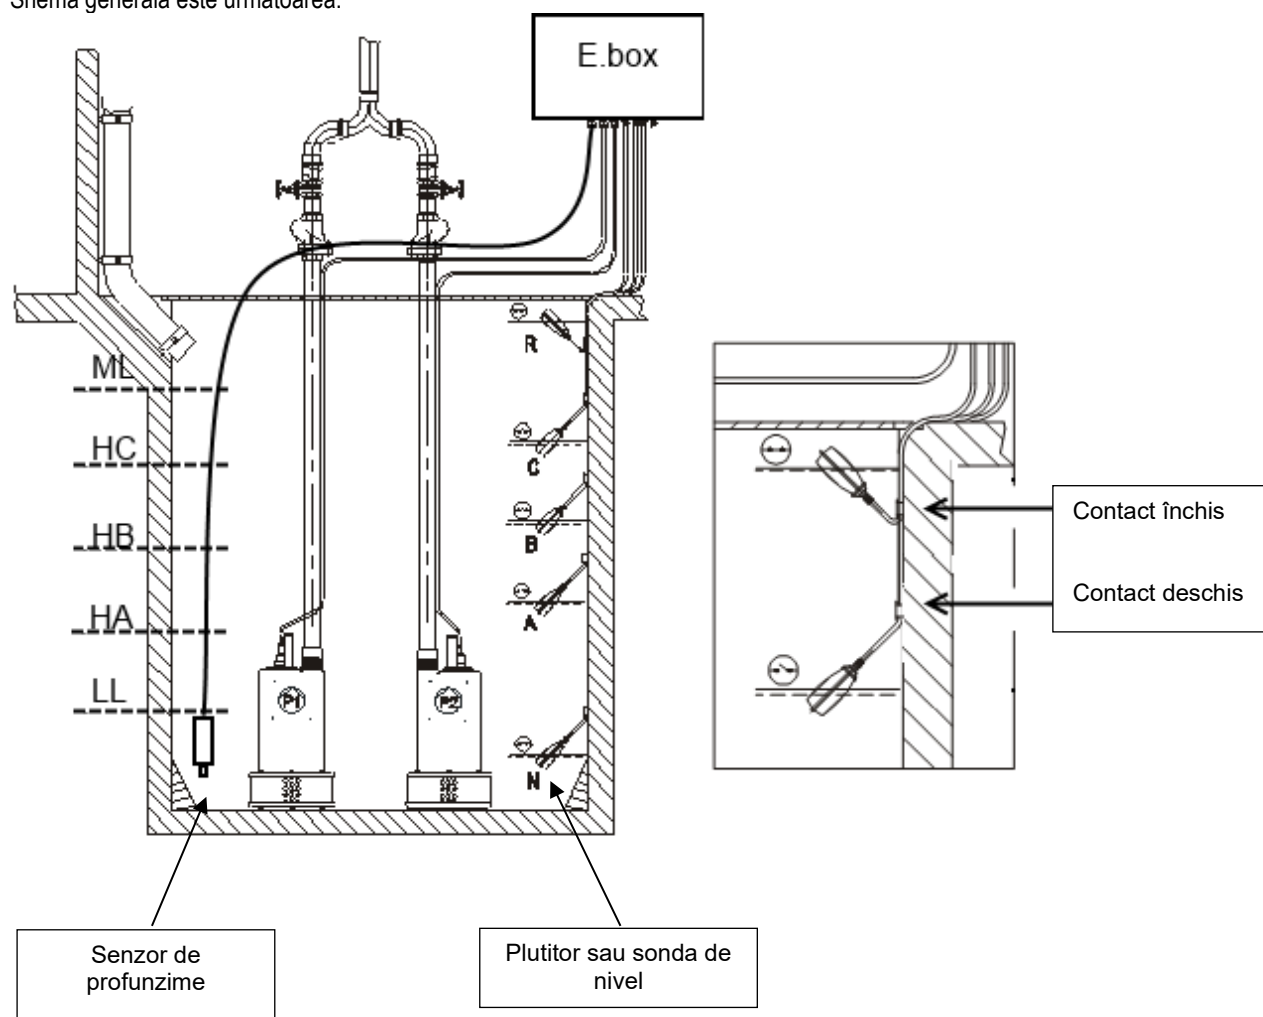
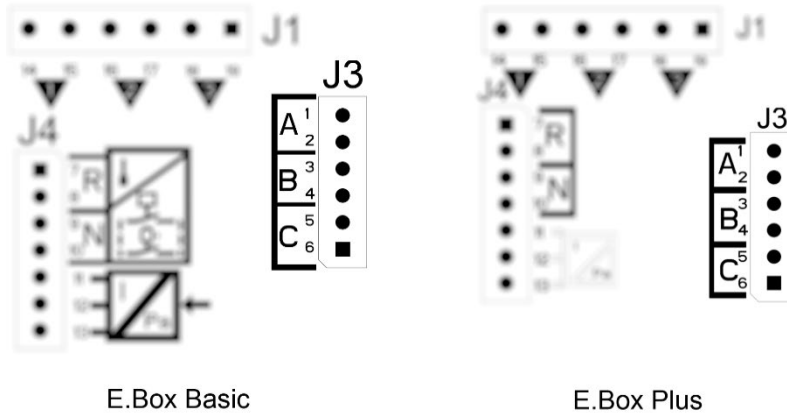

Figura 31: Drenaj schema instalatie
Figura 34: Intrări
- Folosiți plutitori pentru drenaj, contact deschis cu nivel de apă scăzut, a se vedea Figura 31: drenaj.
- **Sistem cu 2 plutitori sau sonde de nivel:** in acest caz se utilizează intrările B și C. Borna A trebuie să fie lăsată liberă. Plutitorii în bazin se conectează ca în Figura 31. Pentru instalația electrică a se vedea Figura 34 Intrări.
- **Sistem cu 3 plutitori sau sonde de nivel:** in acest caz sunt utilizate intrările A, B, și C. Plutitorii din bazin sunt conectați ca în Figura 31: drenaj schema instalație. Pentru instalația electrică a se vedea Figura 34 Intrări.